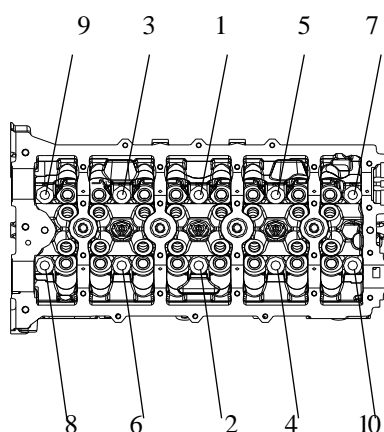

Рис. 1-1
1. При установке головки блока цилиндров затяните болты ее крепления в порядке, показанном на рис. 1-1, с моментом (40 ± 2) Н·м, затем поверните на угол $90^\circ \pm 2^\circ$ и затем на $60^\circ \pm 2^\circ$.